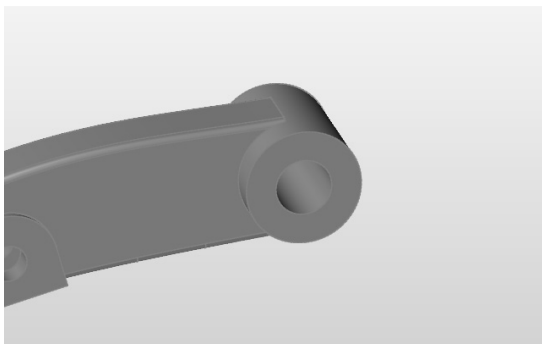

图 6-24
1) 复制几何的第三种方法是使用草绘工具在现有曲线上进行草绘。如图 6-24 所示，调整视图并使用鼠标滚轮放大联结部分。